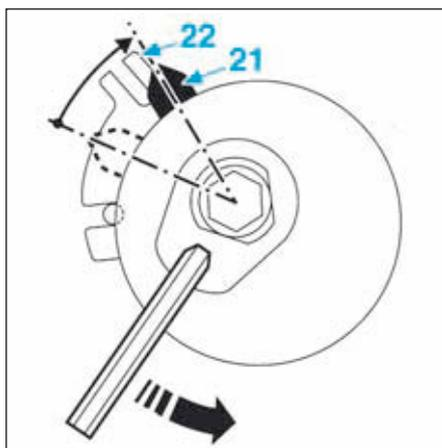

FIG.116
- L'index mobile (21) du galet tendeur doit être aligné sur l'arête (22) (Fig.116).